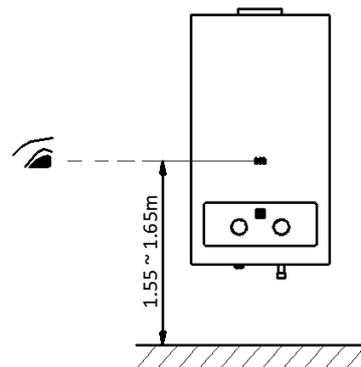

Fig.3
- La finestra di visualizzazione delle fiamme dell'apparecchio deve trovarsi all'altezza degli occhi, a circa 1,55-1,65 m dal pavimento (Fig. 3), in modo ergonomico per il controllo delle fiamme. Inoltre, l'apparecchio deve mantenere